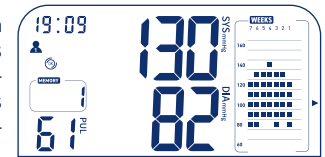

Figure 4
- En appuyant de nouveau sur la touche de mémoire, les valeurs mesurées le plus récemment apparaissent (Figure 4). Les valeurs enregistrées s'affichent en alternance avec la date et l'heure.